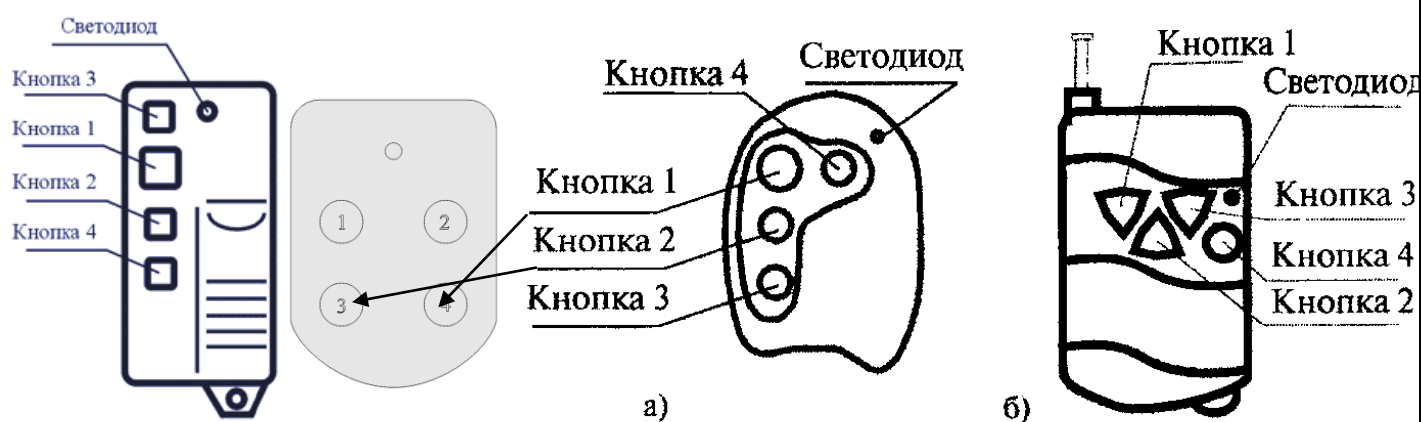

Рис.1. Четырехкнопочный брелок
4. Проверьте работу системы охлаждения. Включите ее выключателем (см. рис.1). При этом должны начать работать вентиляторы – нагнетатели на задней стенке устройства. Система охлаждения работает только от внешнего электропитания и включается (выключается) независимо от системы стирания. При работе установленных в камеры жестких дисках рекомендуется постоянное включение системы охлаждения. Индикатор системы охлаждения горит при включенных вентиляторах. Для более эффективного охлаждения дисков в устройстве могут быть установлены усиленные вентиляторы, издающие при работе значительный шум.
8. На устройстве установлена дополнительная индикация стирающих модулей (рис.1б.11). Каждый вертикальный ряд индикаторов (пара зеленый – красный) соответствует модулю, установленному в отсек устройства. Положение модуля соответствует положению ряда индикаторов (самый левый модуль устройства (с лицевой стороны) соответствует левому ряду индикаторов (с тыльной стороны)).